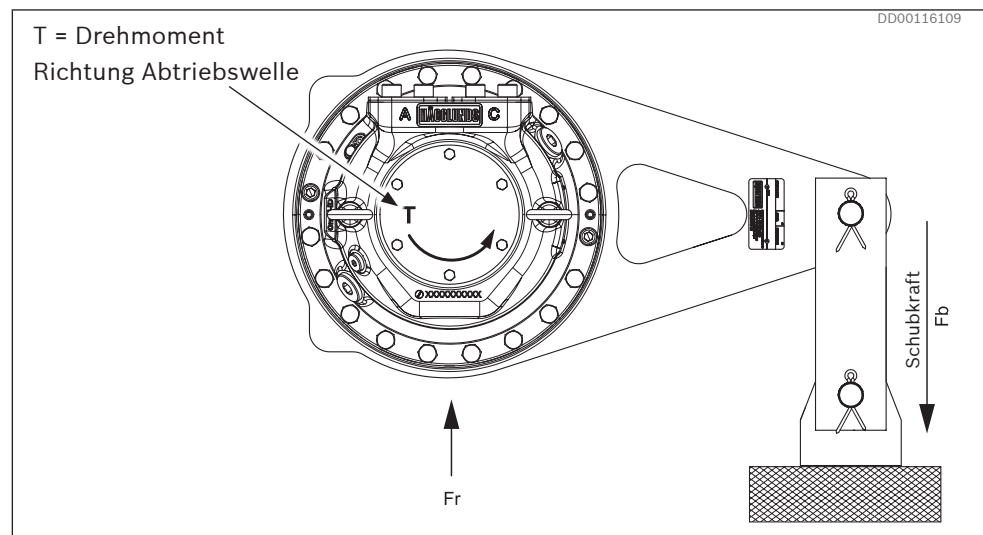

Bild 15: Externe Kräfte Fr, Fb bei TC A
Die Drehmomentstütze wird am Motor befestigt, bevor der Motor an der Abtriebswelle montiert wird. Achten Sie darauf, dass das Fundament die Kräfte tragen kann, die auf die Drehmomentstütze einwirken (siehe *Bild 15 und Tabelle 8*). Siehe auch Datenblatt RE 15355.
- ▶ Achten Sie darauf, dass das Fundament und die Maschine des Kunden die Kräfte tragen können, die auf die Drehmomentstütze einwirken. Siehe *Bild 15 und Tabelle 8*.